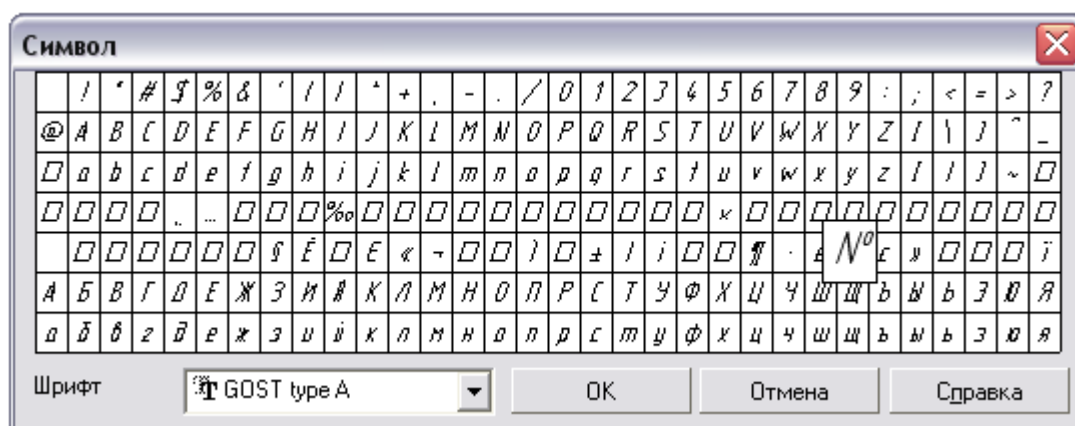

Рисунок 12.12 Выбор символа
12.2 В появившемся на экране диалоге **Символ** выберите из раскрывающегося списка шрифт *GOST type A* (рисунок 12.12).